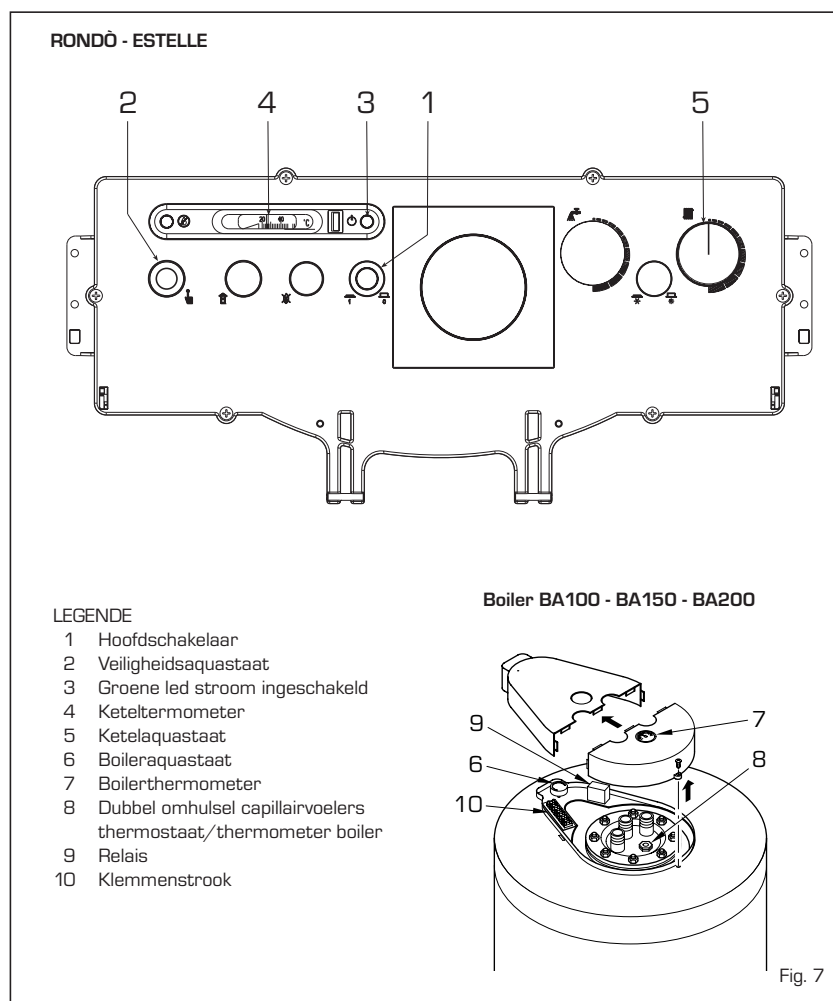

Fig. 7
- verwijder de deksel van de boiler om bij het klemmenblok van de boiler te kunnen komen (fig. 7);
3.2.1 Inbedrijfstelling van de ketel (fig. 7)
3.2.2 Veiligheidsaquastaat (fig. 7)
3.2.4 De ketel uitschakelen (fig. 7)